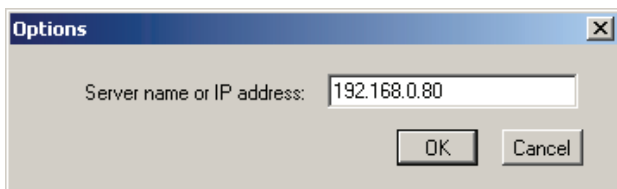

Abb. 57.3: Options Fenster
- 1 Rufen Sie *File > Options* auf. Es erscheint ein Bildschirm, der dem in Abb. 57.3 ähnelt.